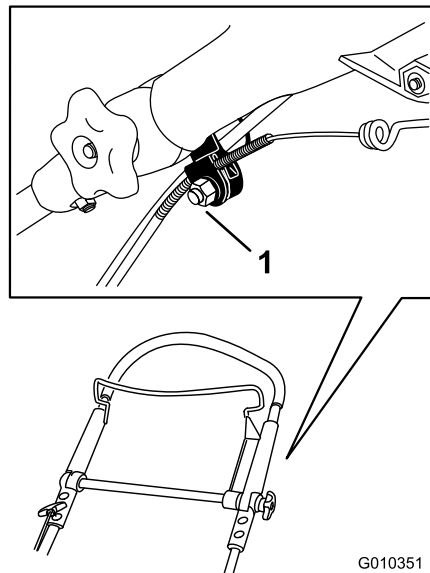

Figure 20
1. Desserrez l'écrou sur le support du câble (Figure 20).